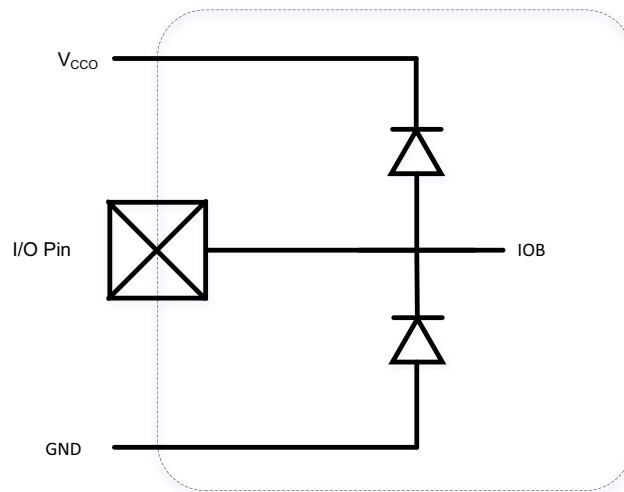

図 1: クランプ ダイオードを備えたザイリンクス FPGA の I/O
図 1 に示す CMOS I/O 構造 (対称型/相補型 I/O アーキテクチャ) は、ザイリンクス FPGA の基本的な I/O 構造であり、ほとんどのザイリンクス FPGA に見られるクランプ ダイオードが含まれています。VCC とグランドにそれぞれ接続するダイオードが、ザイリンクス FPGA デバイスのすべての SelectIO™ I/O ピンにあります。
**重要:** 図 1 の構造では、クランプダイオードが I/O に常時存在します。電源が投入されていない可能性があるバンクを駆動すると、クランプダイオードが順方向バイアスになり、デバイスにシンク電流が流れます。データシートの IIN 仕様を確認し、I/O 単位およびバンク単位の電流が仕様範囲内となるようにしてください。